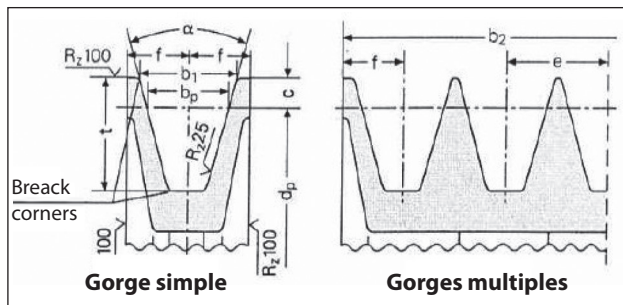

Fig. 8
- a) Utiliser des poulies pour courroies trapézoïdales avec les dimensions de la gorge prescrites/consignées par le constructeur de la courroie utilisée. En l'absence de consignes, consulter la Fig. 8 et le tableau Fig. 9.